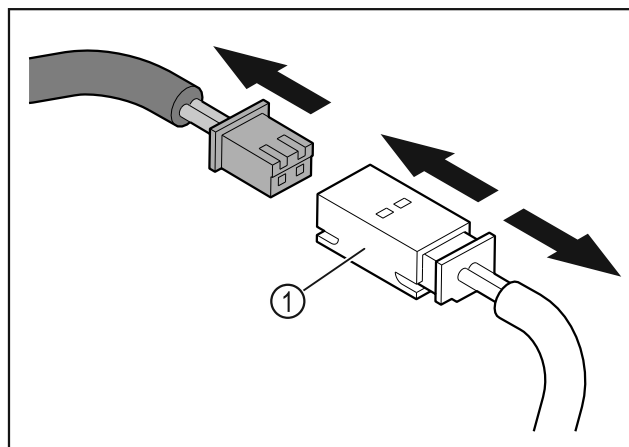

Fig. 10
- Scollegare il connettore e il giunto a innesto Fig. 10 (1).